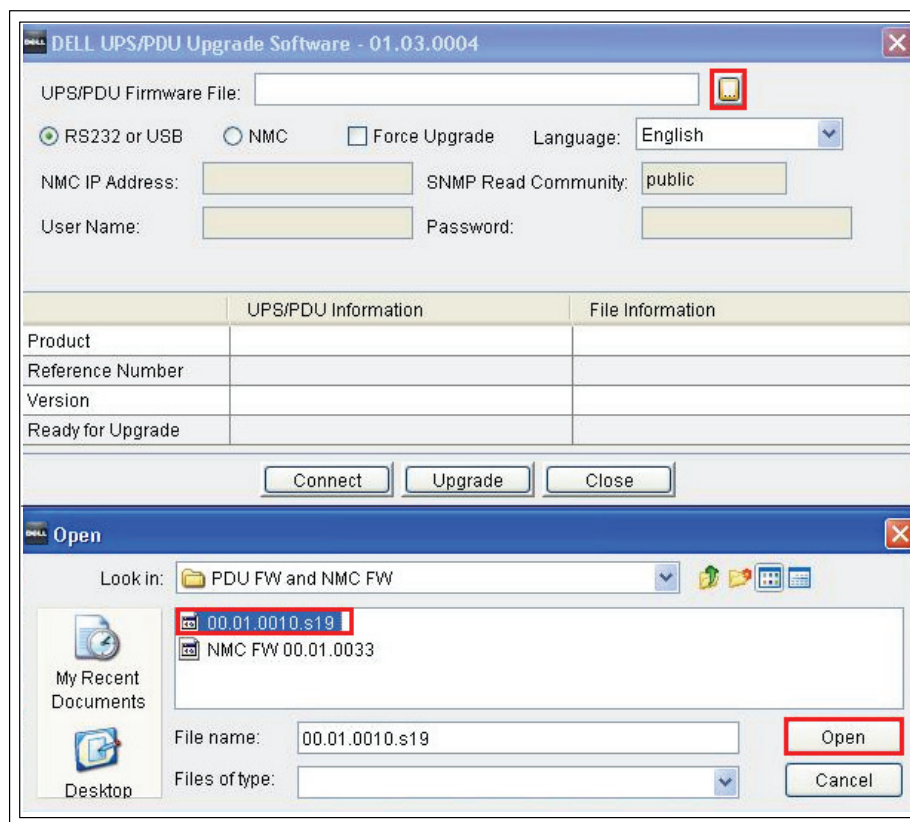

図27. MCUファームウェアファイルの選択
- 5 UPS/PDU Firmware File欄の隣にあるブラウズボタンをクリックします。Open画面に表示されるファイルの一覧から、このアップグレードに適切なファームウェアバージョンを持つアップグレードファイルを選択します(図27参照)。